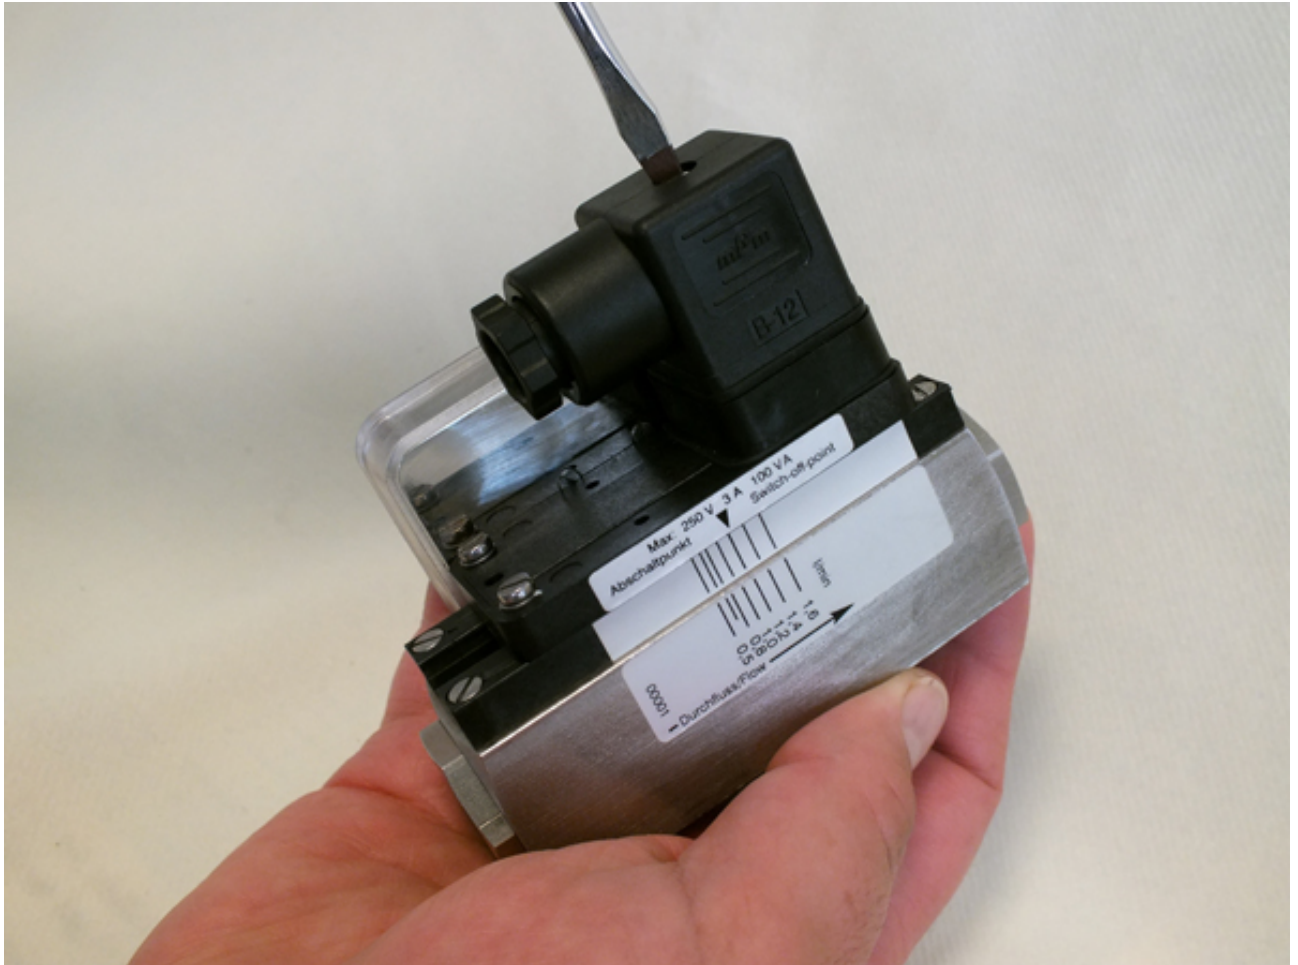

Abb. 71: Steckerdose lösen
1. ➤ Mit einem Schlitzschraubendreher die Befestigungsschraube (Abb. 71) der Steckerdose lösen